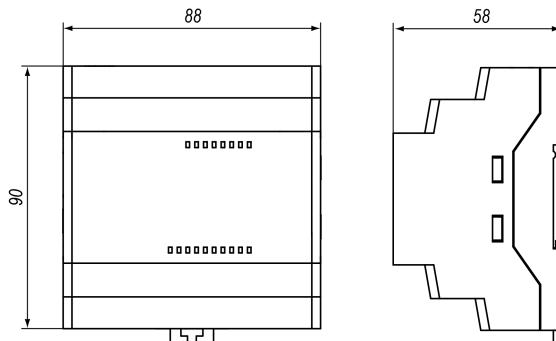

Рисунок 3 – Габаритные размеры
- Подготовить на DIN-рейке место для установки прибора с учетом размеров корпуса (см. рисунок 3).